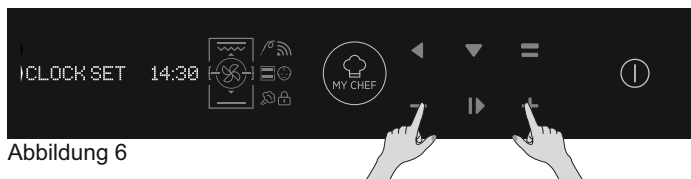

Abbildung 6
- Stellen Sie die Uhrzeit durch Drücken der Tasten PLUS und MINUS ein. Drücken Sie dann auf OK. (Abbildung 6)